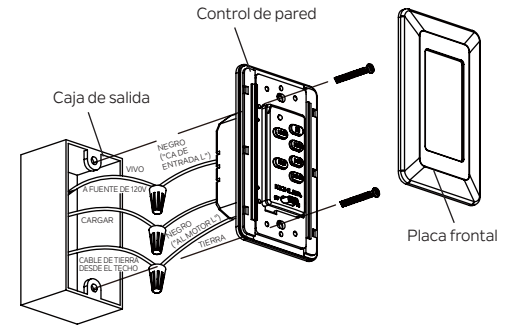

Figura 16
Paso 2. Coloque el control de pared en la caja de salida, conecte los cables con los conectores de cables provistos. (Figura 16)